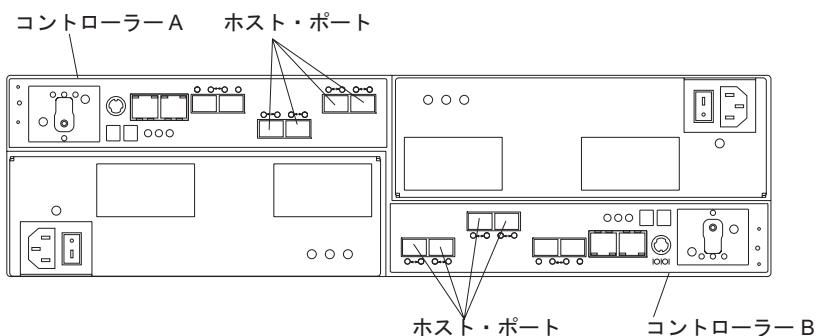

図 54. DS5020 の RAID コントローラー上のホスト・ケーブルの位置
2. DS5020 RAID コントローラー・ホスト・ポート内の SFP モジュールからのファイバー・チャネル・ケーブルを、ファイバー・チャネル・スイッチ内の SFP モジュールまたはホスト・バス・アダプターの SFP モジュールに接続します。図 54 は、DS5020 ストレージ・サブシステムでホスト・システムのケーブルが接続する RAID コントローラー上の位置を示しています。